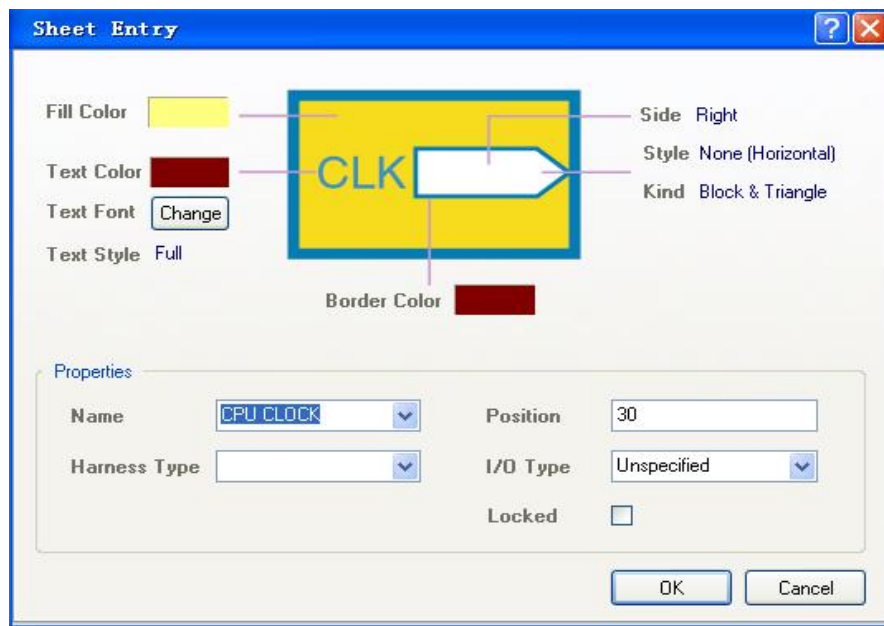
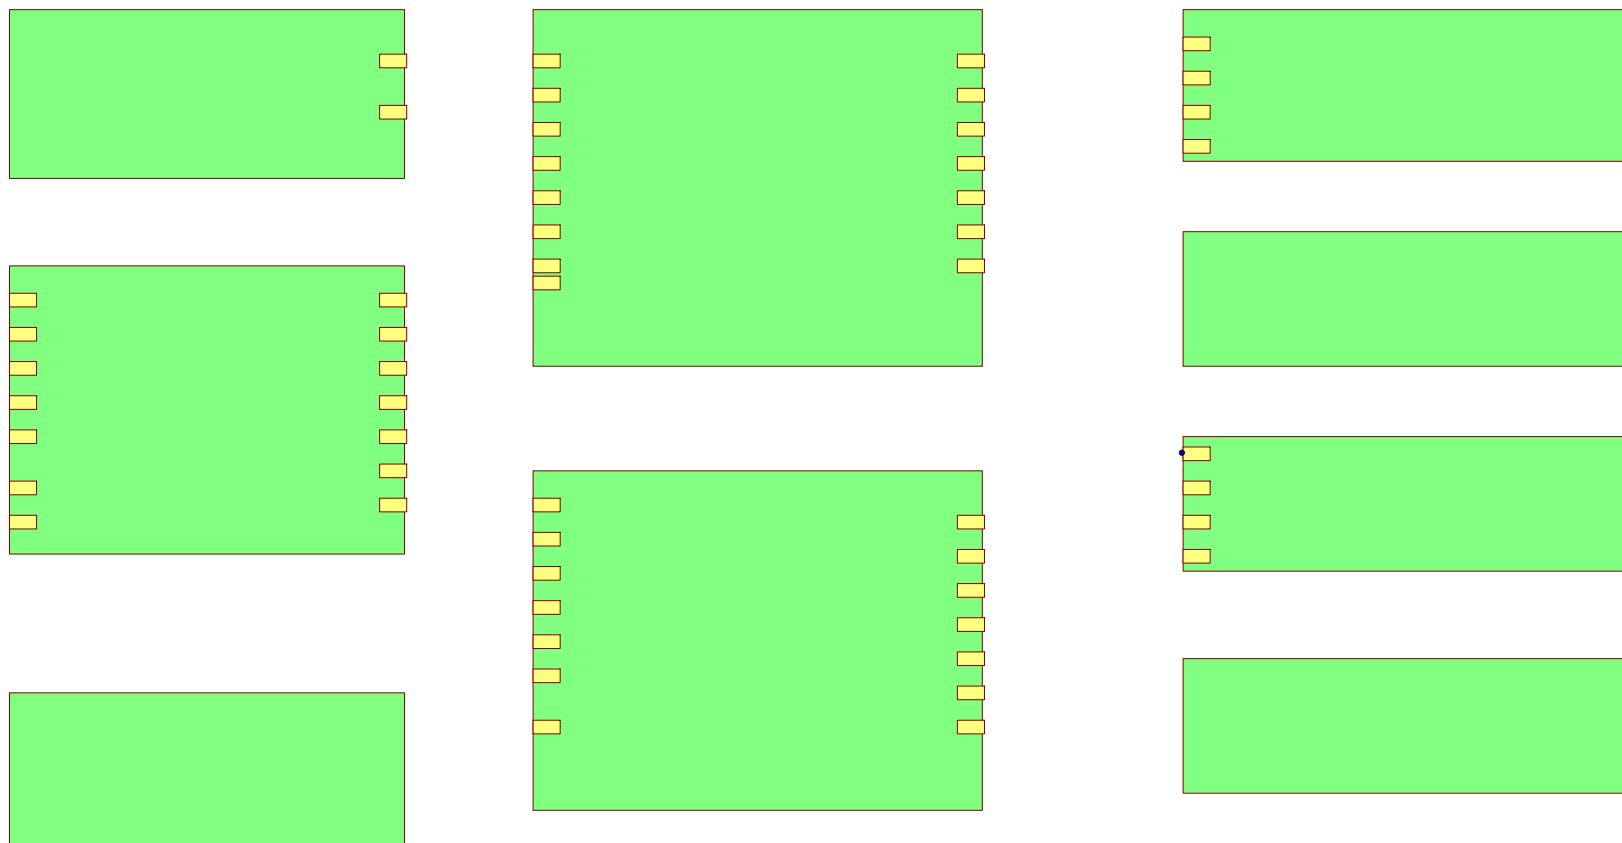

图3-113 原理图端口对话框
图3-114 完成端口放置后的层次原理图顶层电路图
2) 单击Wiring连线)”工具栏中的 放置原理图端口按钮，放置电路端口。双击电路端口，系统将弹出如图3-113所示的Sheet Entry原理图端口对话框，在该对话框中可以进行方向属性的设置。完成端口放置后的层次原理图顶层电路图如图3-114所示。